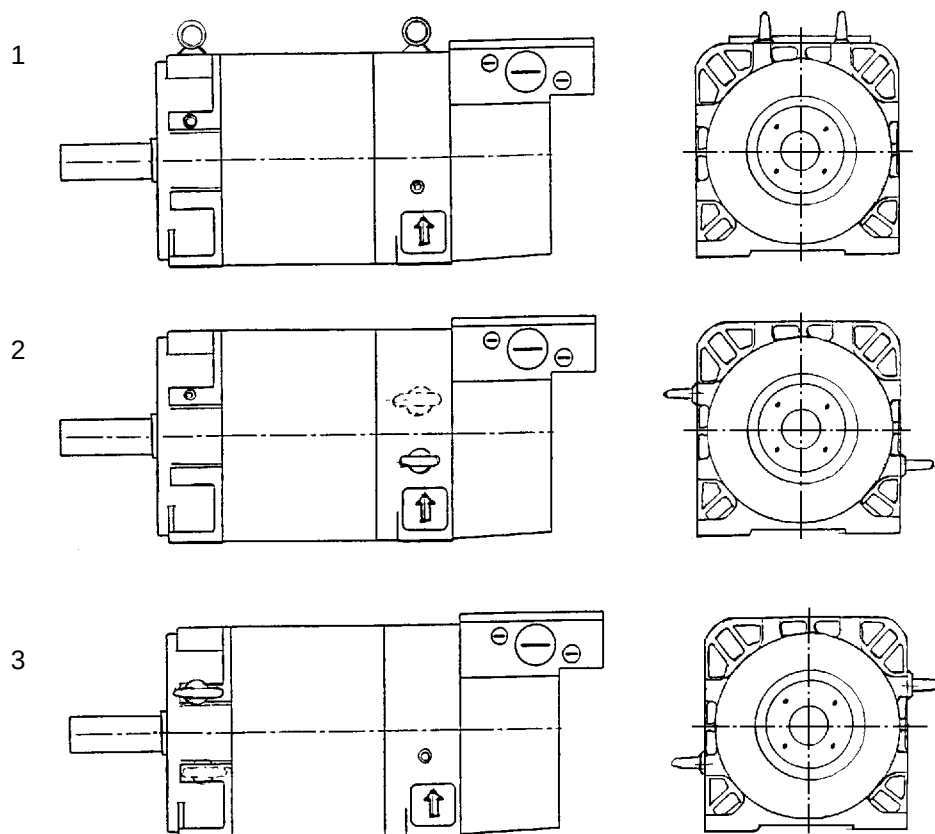

Fig. 3 Disposizione dei golfari di sollevamento
- Dopo la messa in posa gli anelli di sollevamento avvitati devono venire o accuratamente fissati oppure asportati. Per la disposizione dei golfari di sollevamento v. fig. 3.